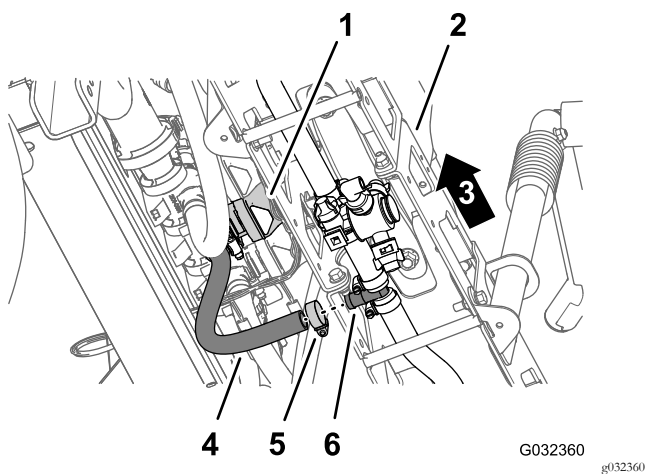

Figura 43
5. Na secção da rampa central, retire o grampo do tubo que prende o tubo de alimentação para a secção da rampa à união roscada em T (Figura 43).